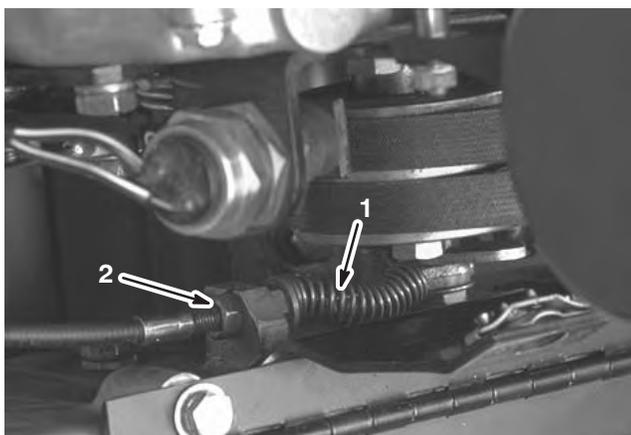

Figure 43
2. Desserrez le dispositif de retenue du couvercle de la courroie trapézoïdale et ouvrez le couvercle (Fig. 43).
3. Pour accroître la tension du câble, desserrez l'écrou de blocage avant et serrez l'écrou de blocage arrière (Fig. 43) jusqu'à ce qu'une force de 1,5 à 2,3 kg soit nécessaire pour serrer le frein. Mesurez la force au bouton du levier. Ne tendez pas le câble au point que la bande du frein frotte en permanence.